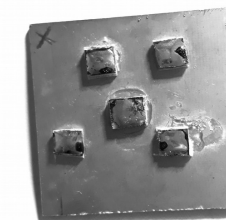

Figure 4: Potentiels collés à la masse
7. Soudez le condensateur variable. Le condensateur variable a trois pattes. Sur la Figure 8 ci-dessous, on voit les trois pattes du condensateur. Les broches entourées d'un cercle gris doivent-être reliées à la masse (donc soudées sur la plaque de cuivre). La patte entourée en noir (et composée de plusieurs petites languettes) doit être reliée au potentiel du haut à droite (voir Figure 4) .